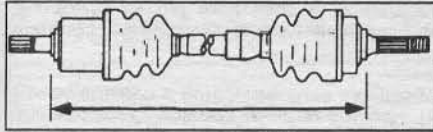

Рис. 9.19 До установки хомутов крепления пыльника отрегулируйте длину оси. Размеры указаны в спецификации.
36. Установите пыльник на его посадочные места и отрегулируйте длину оси (см. рис. 9.19).